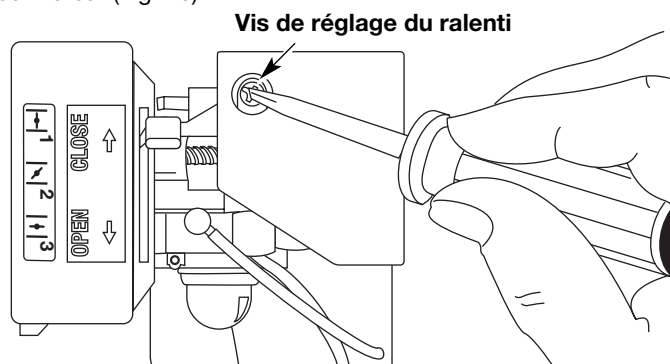

Fig. 26
La vitesse de ralenti du moteur est réglable à l'aide d'une vis de réglage accessible par un trou situé sur le dessus du couvercle du moteur (Fig. 26).
2. Régler la manette des gaz à bas régime (←) et laisser le moteur tourner au ralenti. Si le moteur s'arrête, insérez un petit tournevis à embout cruciforme ou à tête plate dans le trou du couvercle du moteur (Fig. 26).
soupape et le culbuteur (Fig. 26 & 27). Faites-le pour les soupapes d'admission et d'échappement.